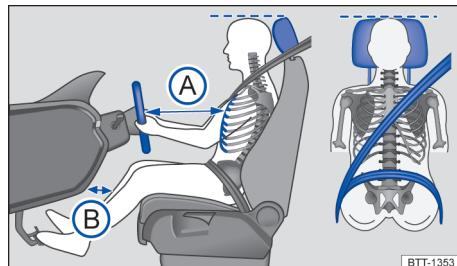

图 21 示意图: 驾驶员与方向盘之间的安全距离, 安全带及头枕的正确调整位置
- 调整头枕, 使头枕上缘与头顶等高, 但勿低于眼睛, 脑后应尽可能贴近头枕 → 图 21。